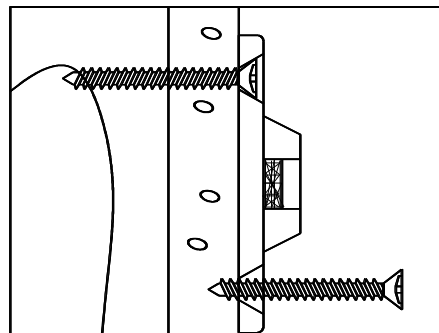
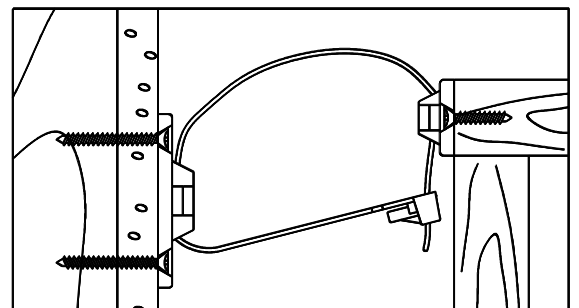

Figura 2
Figura 3
- 3) MONTAJE DEL SOPORTE LATERAL DE LA PARED:** Posicionar el soporte lateral de la pared a lo largo de la marca de la viga seleccionada para que quede adyacente al soporte lateral del mueble cuando se mueva a su posición definitiva. El soporte lateral de la pared debe estar aproximadamente UNA pulgada más abajo que el soporte lateral del mueble (ver la Figura 3). Utilizar los DOS tornillos largos para asegurar el soporte lateral del lado de la pared a la pared. Recordar colocar el soporte lateral de la pared en posición vertical para que ambos tornillos se enganchen en la viga seleccionada de la pared (vea la Figura 2).